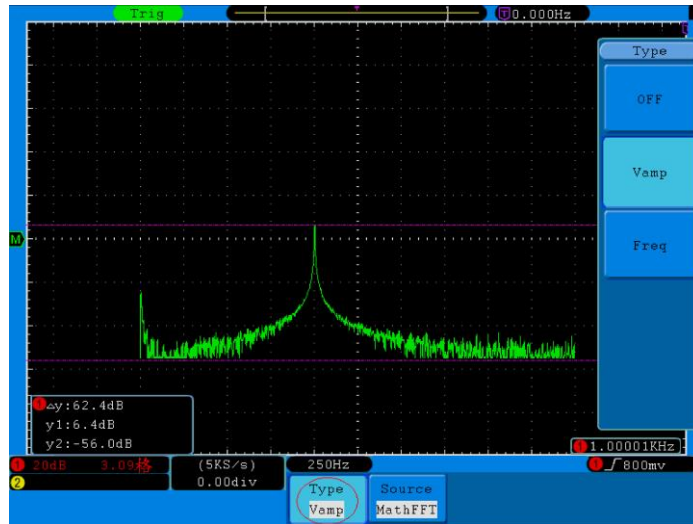

Fig. 74 Forma de onda de la medición del cursor Vamp
3. De acuerdo con la forma de onda medida, ajuste las posiciones del Cursor1 y Cursor2 con la perilla **VERTICAL POSITION** del CH1 y CH2. La ventana de incremento del cursor en la parte inferior izquierda muestra el valor absoluto de la diferencia de amplitud de los dos cursores y la posición actual (observe **fig. 74**).